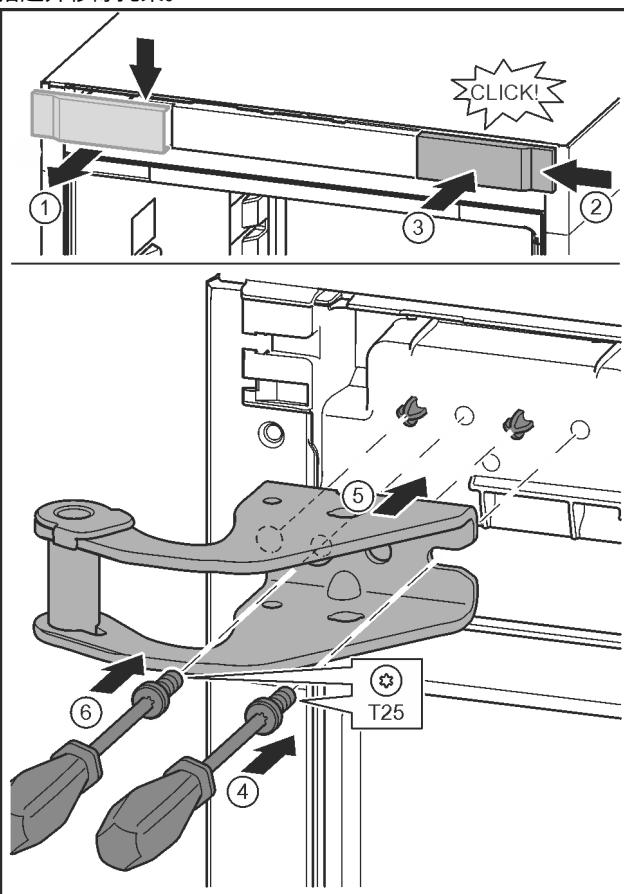

Fig. 15
► 松开盖板并从侧面取下。Fig. 15 (1)
► 将盖板旋转180°至另一侧从右边挂上。Fig. 15 (2)
► 插入盖板。Fig. 15 (3)
► 用T25螺丝刀装上螺钉。Fig. 15 (4)
► 装上方的托架。Fig. 15 (5)
► 旋紧螺钉。Fig. 15 (4)
► 用T25螺丝刀安装并旋紧螺钉。Fig. 15 (6)